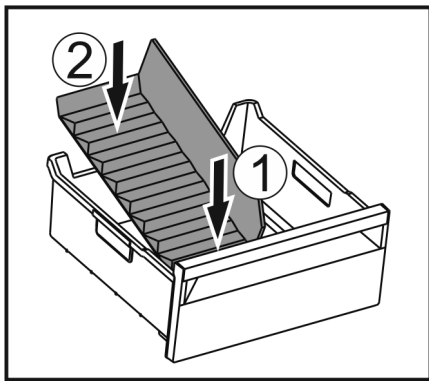

Fig. 150
► 装入冰格分隔器前部。 Fig. 150 (1)
► 将冰格分隔器后部放低至抽屉底板。 Fig. 150 (2)